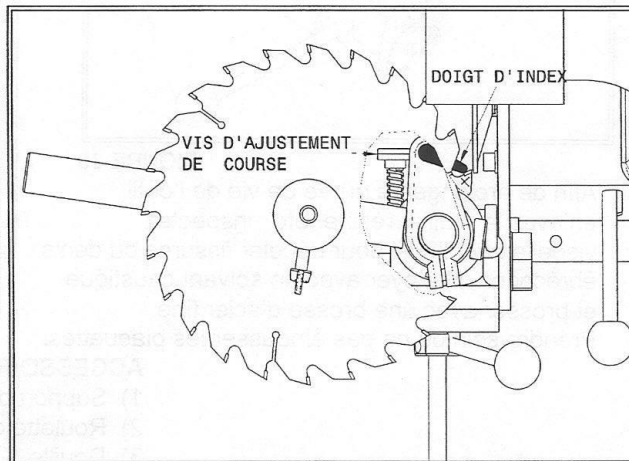

FIGURE 28
- 4) Ajuster la course nécessaire à l'affûtage à l'aide des vis d'ajustement de course (Fig.28).
- 5) Ajuster le doigt d'index (Fig.28).